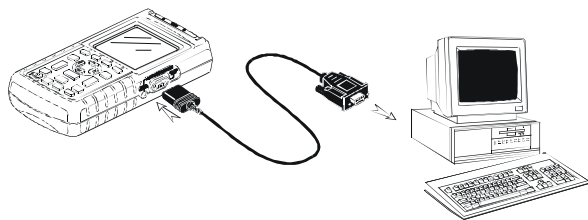

图 1-24. 与电脑连接
- 使用光电隔离的 **RS-232 Adapter/Cable**（适配器/导线）（PM9080）将电脑接在测试仪的 **OPTICAL**（光电接口）上。（见图 1-24）。